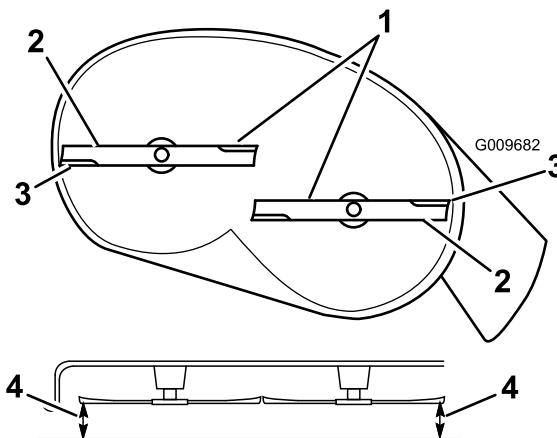

Figura 57
4. Rode com cuidado a(s) lâmina(s) para que todas fiquem alinhadas (Figura 56 e Figura 57).
5. Meça entre as extremidades de corte exteriores e a superfície plana (Figura 56 e Figura 57).